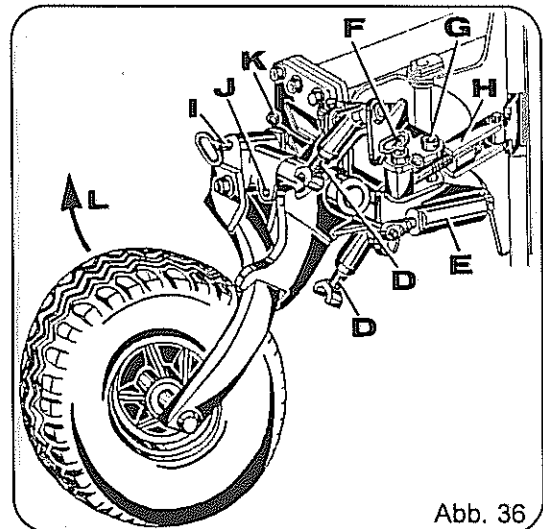
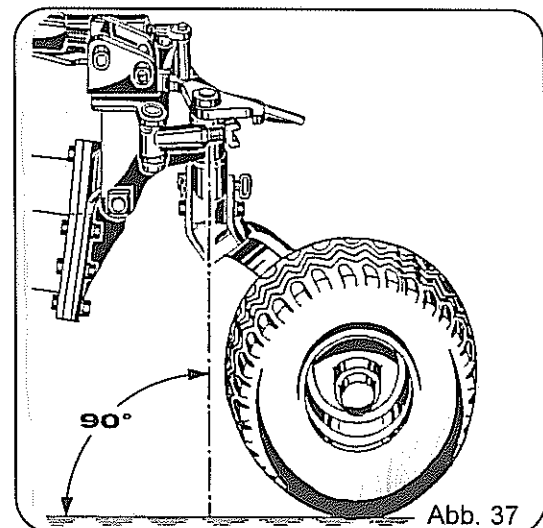

Abb. 36
Abb. 37
Arbeitsstellung Abb. 36
Das Rad wird durch die verstellbaren Anschläge (Abb. 36, Pos. D) auf die Arbeitstiefe des Pfluges eingestellt (auf gleiche Arbeitstiefe achten).
Der Stoßdämpfer (Abb. 36, Pos. E) verhindert das Schlagen des Rades. Er muß immer ausreichend mit Öl gefüllt sein. Zum eventuellen Nachfüllen von Öl wird der Stoßdämpfer demontiert und in senkrechter Stellung aufgeschraubt. Der Kolben und die Kolbenstange werden soweit wie möglich in den Zylinder eingeführt und mit dünnflüssigem Hydrauliköl nachgefüllt.
Transportstellung Abb. 37
- Stecker (Abb. 36, Pos. F) ziehen und nach leichtem Schwenken des Rades Spannschloß (Abb. 36, Pos. H) in Loch G (Abb. 37) abstecken und Stecker wieder sichern.
- Spannschloß (Abb. 36, Pos. H) auf keinen Fall durch Drehen der Spindel verstellen.
- Stecker (Abb. 36, Pos. I) ziehen, Rad um 90° schwenken (Abb. 36, Pos. L) und in Loch J (Abb. 36) wieder abstecken und auch hier Stecker wieder sichern.
- Pflug soweit anheben bis die Schwenkachse des Rades etwa senkrecht steht (Abb. 37, 90°).